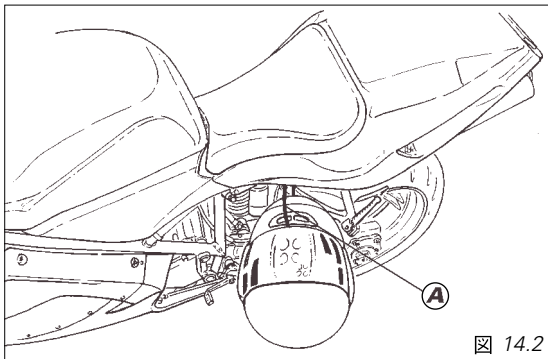

図 14.2
シート下の小物入れ左側には、ライダー / パッセンジャーのヘルメット固定用ケーブル・フックがあります。モーターサイクルに付いているケーブルの端 (A) をフックに掛けケーブルを外に出し、ヘルメットを固定します。ヘルメット (図 14.2) を掛けたまま、シートを取り付けると自動的にロックがかかります。